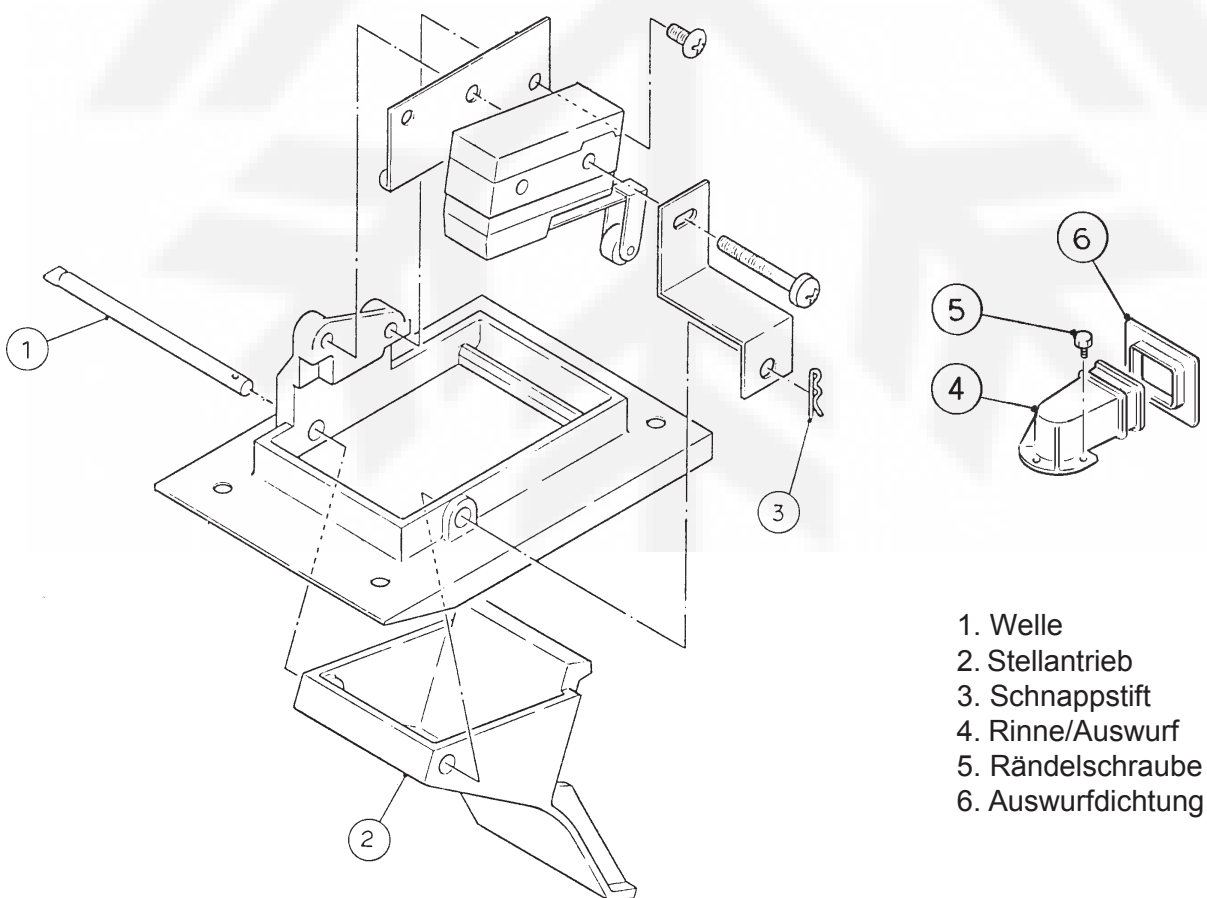

Abb. 10
24) Den Schnappstift, die Welle und den Stellantrieb (siehe Fig. 10) aus der Behälterendbaugruppe entfernen.
25) Die Rändelschrauben, den Auswurf und die Auswurfdichtung entfernen (siehe Fig. 10).